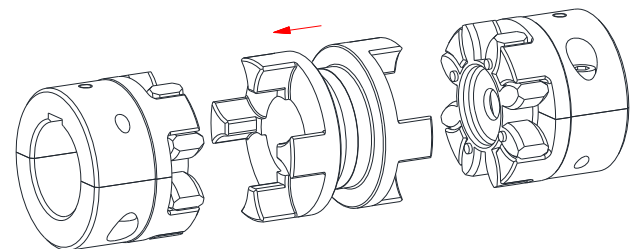

Bild 18: montering av DKM-H-mittstycke
- Sätt i DKM-H-mittstycket (se bild 18) och förskjut aggregaten i axiell riktning tills att E- och S-måttet har uppnåtts (se bild 3 och tabell 3).